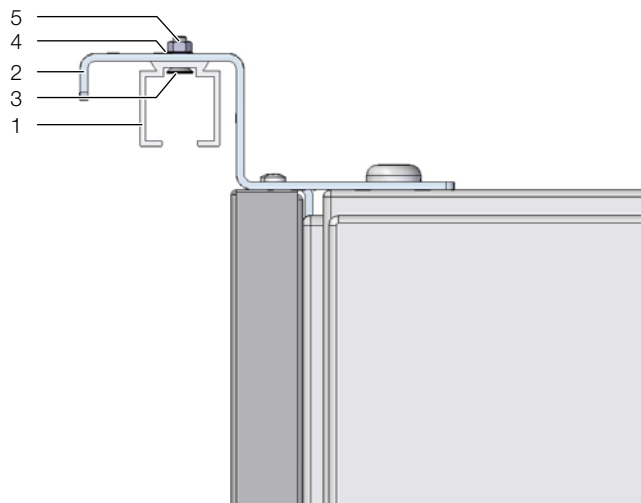

Рис. 15: Крепление направляющей шины
- 3 Крепежный винт и гайка (рис. 15)
- Закрепить направляющую шину по всей длине с помощью винтов с потайной головкой M5 x 14 мм и гаек M5 на крепежной рейке (рис. 15).